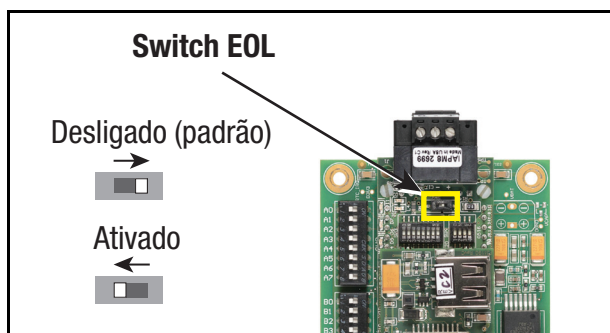

Figura 8. Configurações do switch EOL da rede BMS RS-485 do QuickServer
- Se o QuickServer for o último dispositivo no tronco, o switch de terminação de fim de linha precisará ser definido na posição **Ativado** (a configuração padrão da **terminação EOL é Desativado**). Se necessário, ajuste o switch na posição Ativado (consulte a Figura 8).